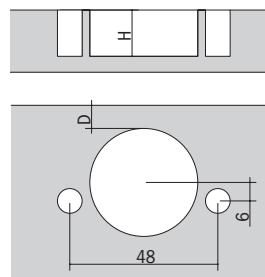
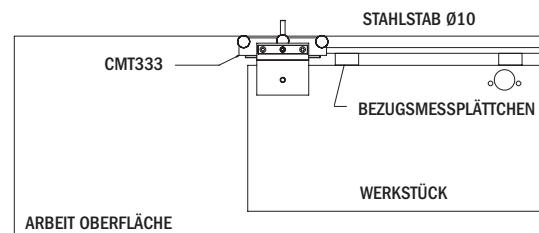

Fig. 3
Fig. 4
Je nach Scharniermodell den entsprechenden Werkzeugkopf (**Abb. 2**) auf der Universalhalterung (**Abb. 1**) mit den 2 hinteren Befestigungsschrauben (1) montieren. Das Bohrsystem auf einem für die Bearbeitung geeigneten Arbeitstisch positionieren. Eine Stahlstange mit Ø10mm und für die auszuführende Arbeit geeigneter Länge besorgen und in das seitliche Loch (2) stecken, den Referenzanschlag einstellen und alles mit den zwei Handrädern (3) blockieren, und auf dem Tisch ein oder zwei Referenzunterlagen befestigen, je nach Länge des anzubohrenden Werkstücks (**Abb. 4**).
Die Bohrabstände (**Abb. 3**) einstellen: vom Rand des Paneels zum Scharnier (D) mit Platte und mittlerem Handrad (4) und die Bohrtiefe (H) mit der Gewindestange und Befestigungsmutter (5) einstellen und zum Schluss das anzubohrende Werkstück (**Abb. 4**) positionieren. Danach auf den 3 Spindeln die für den gewählten Kopf passenden Werkzeuge montieren: auf der mittleren Spindel (6) das rechtsdrehende Werkzeug für Scharniere Ø35mm, auf den 2 seitlichen Spindeln (7) die linksdrehenden Werkzeuge für nicht durchgehende Löcher Ø8mm oder Ø10mm (je nach Scharniertyp), die mit den 2 Stiften festgestellt werden (**Abb. 2**).